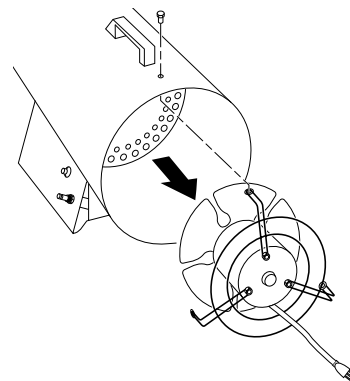

**Figure 9 - Remise en place du moteur et de la grille du ventilateur**
9. Remettre le moteur et la grille de ventilateur en place dans l'arrière de l'appareil. S'assurer que le cordon d'alimentation est correctement placé (voir la figure 9).